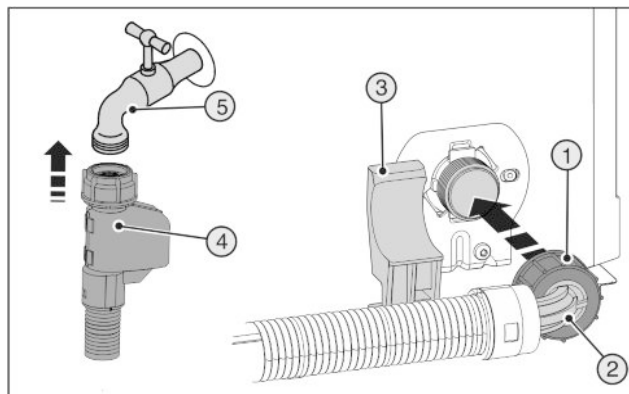

Fig. 21
- ▶ Gerades Schlauchende Fig. 21 (4) am Absperrhahn Fig. 21 (5) anschließen.